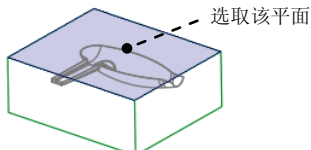

图 8.36 定义封闭面
④ 定义封闭面。根据系统 选择或创建一个平面，盖住闭合的体积块。 的提示，选取图 8.36 所示的平面为封闭面，此时系统显示“封合”菜单。